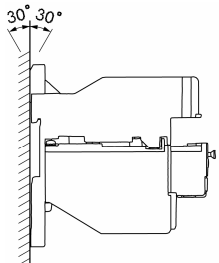

Fig.1
(1) 湿気、じんあい、振動の少ない所に設置してください。
(2) 垂直面に取付けてください。許容傾斜角度は 30° 以内です。(Fig. 1)
(3) サーマルリレーと組合せできる電磁接触器と単独設置ユニットは Table 1 をご参照ください。